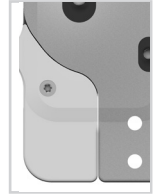

Fig. 26
- 4 Monter den lille dekkplaten på baksiden av systemleddet (fig. 26).